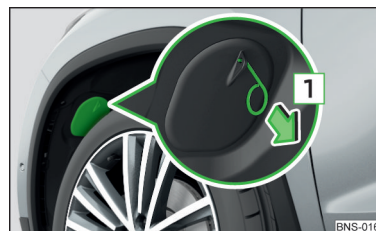

Fig. 375
- Régler les roues avant de façon à ce que le couvercle soit accessible » fig. 375.
- Placer et enfoncer le cache dans l'ouverture correspondante » fig. 375. Le cache doit être bien bloqué.